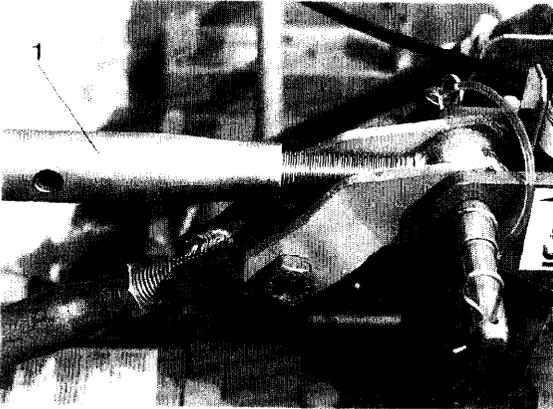

Fig. 24
- Spansschloß (Fig. 24/1) an der Drillmaschine und am Bodenbearbeitungsgerät mit Bolzen abstecken und mit je einem Klappsplint sichern.